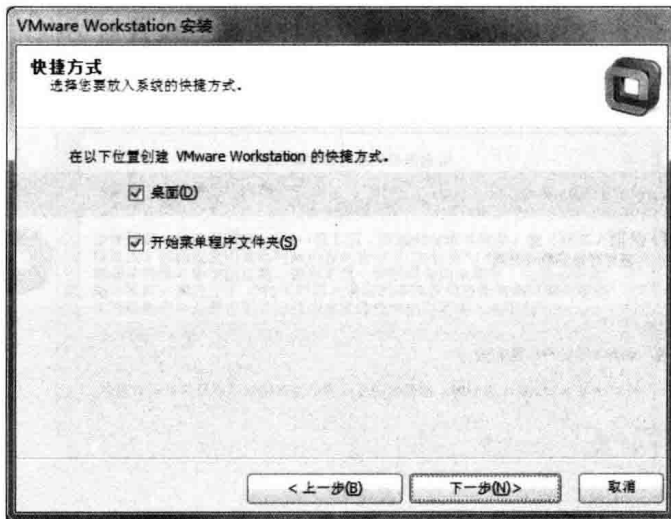

图 2-7
(7) “用户体验改进计划”设置完成后, 进入“快捷方式”设置对话框, 勾选“桌面”和“开始菜单程序文件夹”两个复选框后, 单击“下一步”按钮完成设置, 如图 2-7 所示。